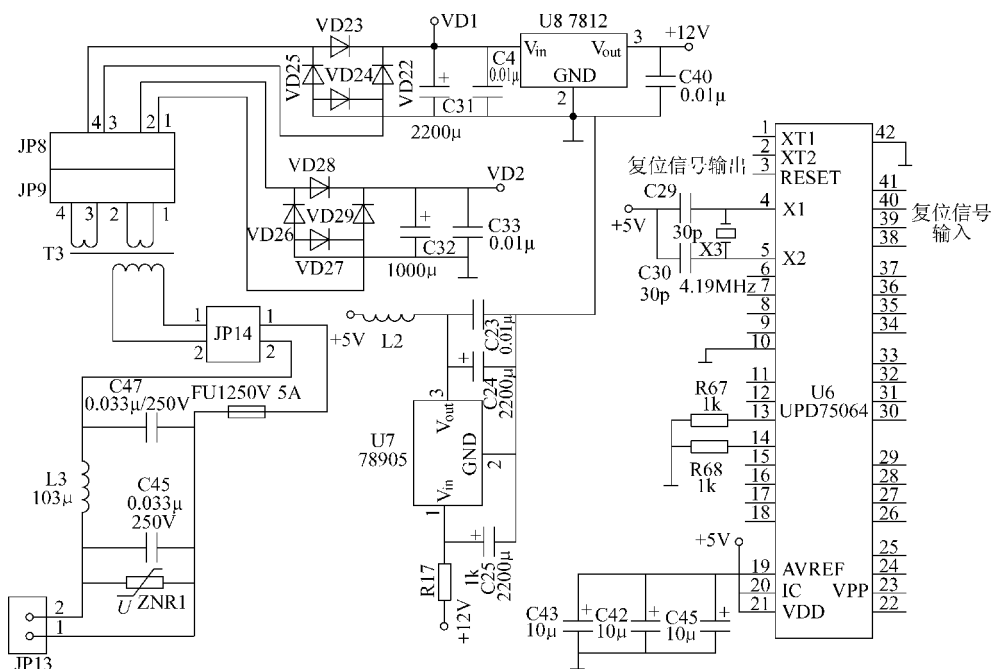

图 4-78 美的 KFR-75LW/B (D) 型柜式空调器室内机相关电路
出现此类故障时, 首先用万用表检测三端集成稳压器 U8 的③脚是否有 +12V 电压。若③脚无 +12V 电压, 则检测变压器 T3 是否断路、桥式整流电路整流二极管 VD22 ~ VD25 及三端集成稳压器 U8 是否损坏。若③脚电压正常, 则用万用表检测三端集成稳压器 U7 的③脚是否有 +5V 电压。若③脚无电压, 则检测 U7; 若③脚电压正常, 则检测微电脑芯片 U6 的③脚是否有 +5V 电压。若电压失常, 则检测复位电路; 若电压正常, 则检测晶体振荡电路中的石英晶体 X3、电容 C29、C30 是否存在问题。实际维修中因桥式整流管不良而引起此类故障较常见。室内机相关电路如图 4-78 所示。